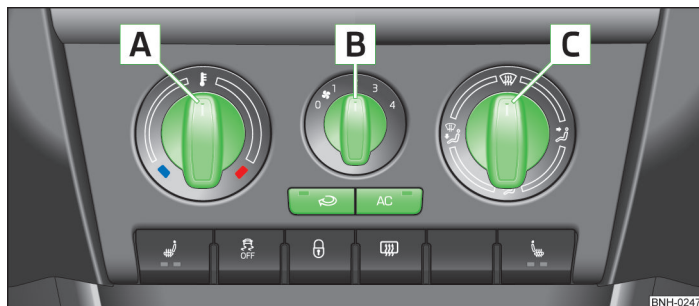

Abb. 78 Klimaanlage: Bedienungselemente
**Funktionen der einzelnen Bedienungselemente » Abb. 78:**
Durch Drehen des Luftverteilungsreglers **C** » Abb. 78 auf Seite 77 in die Position  wird der Umluftbetrieb automatisch ausgeschaltet.